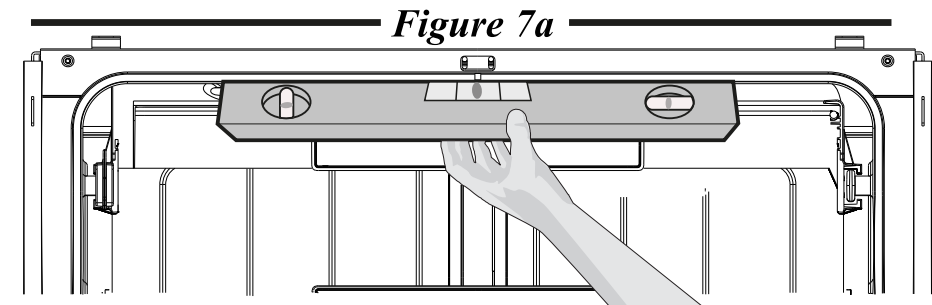

Figure 7a
- Vérifiez si le lave-vaisselle est de niveau de la gauche vers la droite en plaçant un niveau à bulle sur la partie supérieure avant de la cuve. (Reportez-vous à la figure 7a.)